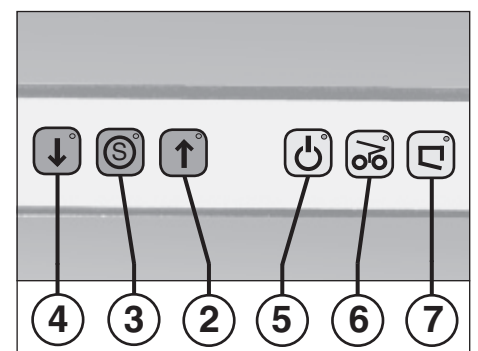

Fig. 2
1. Slå hovedafbryderen (1) til (stilling "1").
2. Tryk på tasten "fremad" (fig. 2). Knivene går i gang.
2 = Fremadtast (fig. 2)
3 = Stoptast "S" (fig. 2)
4 = Tilbagetast (fig. 2)
5 = Kontrolindikator (fig. 2)